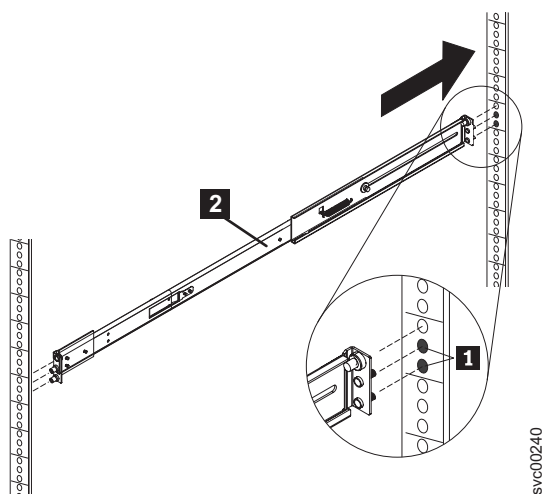

図 78. 右方スライド・レールの背面ラック・マウント・フランジへの挿入
3. 背面のラック・マウント・フランジに右側スライド・レール **2** を、422 ページの図 78 に示すように挿入します。この際、レール・ピン **1** がこのフランジ